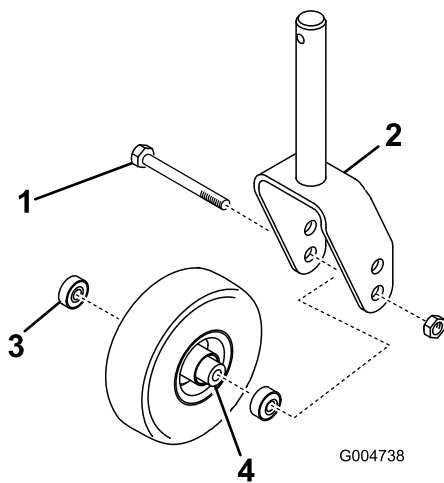
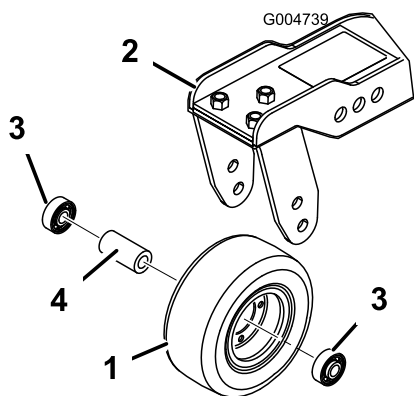

Рисунок 103
Рисунок 104
- Выверните контргайку с болта, удерживающего узел поворотного колеса между вилкой (Рисунок 103) или рычагом (Рисунок 104) поворотного колеса.
2. Извлеките подшипник из ступицы колеса и дайте выпасть распорной втулке подшипника (Рисунок 103 и Рисунок 104).